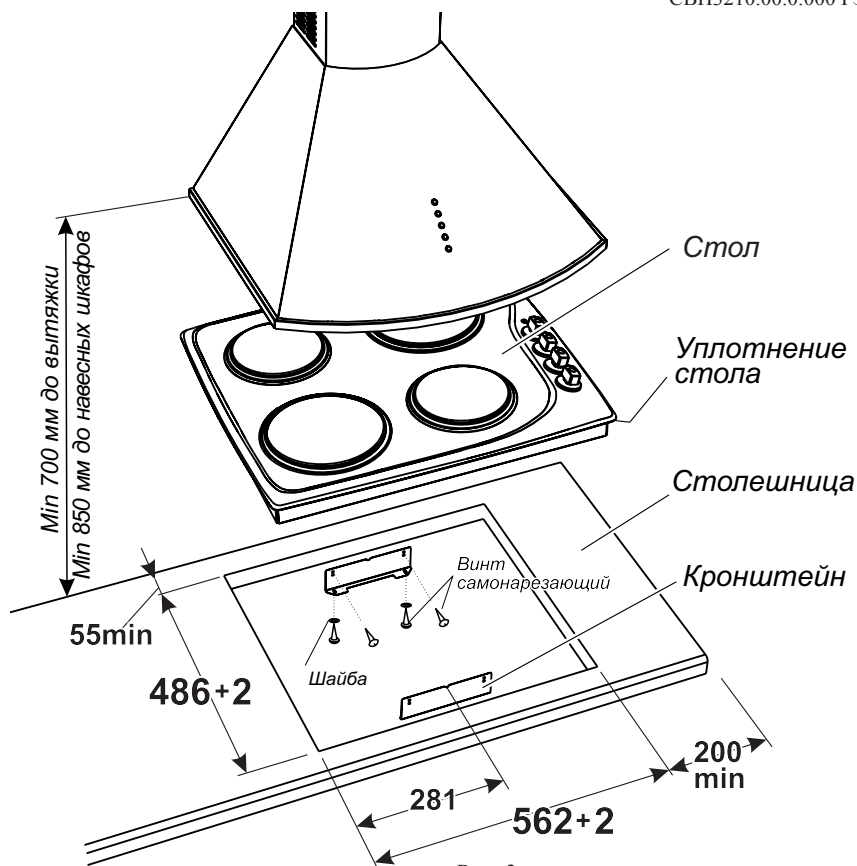

Рис. 3
1. Точно разметить на столешнице контур проема под встраиваемый стол (рис. 3).